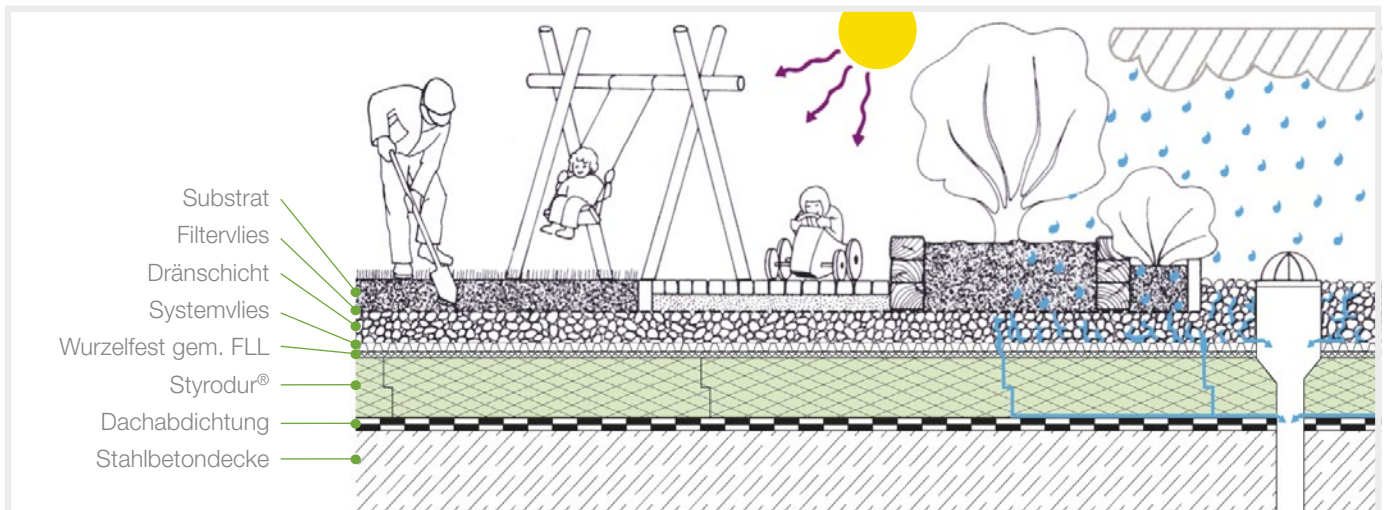

Abb. 19: Beanspruchung eines Gründaches.
- Wenn während der Nutzungsphase die Begrünung mit einer Harke oder einem anderen Gerät gepflegt wird, bietet die Dämmschicht Schutz für die darunterliegende Dachabdichtung (Abb. 19).